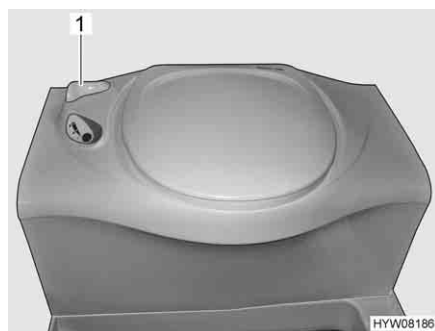

Fig. 260 Toilette Thetford
- Prima di tirare l'acqua, aprire il cursore della toilette Thetford. A tal fine ruotare la leva del cursore (Fig. 260,1) in senso antiorario.
- Dopo aver tirato l'acqua chiudere il cursore. Ruotare la leva del cursore (Fig. 260,1) in senso orario.